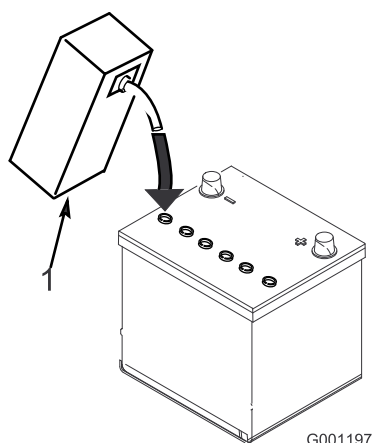

Figure 5
- Versez de l'électrolyte avec précaution dans chaque élément jusqu'à ce que les plaques soient recouvertes d'environ 6 mm de liquide (Figure 5).
- Attendez environ 20 à 30 minutes pour que les plaques aient le temps de s'imprégner d'électrolyte. Faites l'appoint au besoin pour que le niveau de liquide monte à 6 mm en dessous du creux de remplissage (Figure 5).